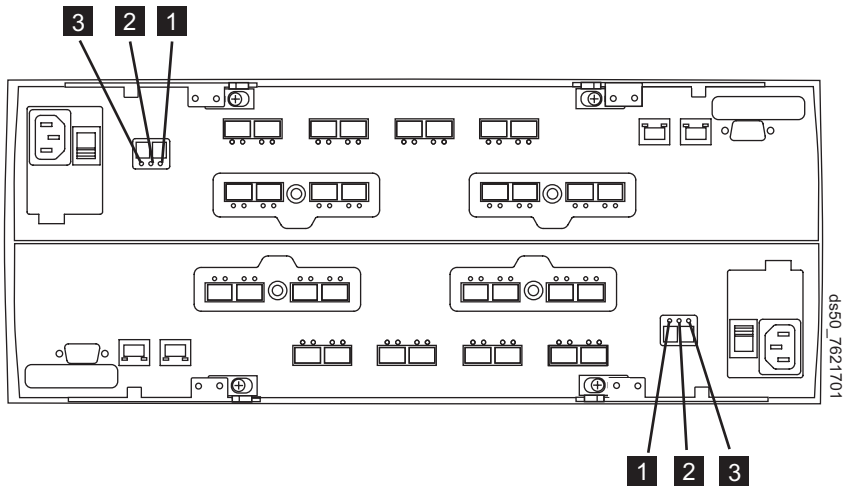

Figura 114. LEDs de Ação de Serviço do Controlador
- 30. Observe os LEDs no controlador para verificar se ele está sendo reinicializado corretamente. A Figura 114 mostra os locais dos LEDs.
Tabela 55. Descrição da Figura 114